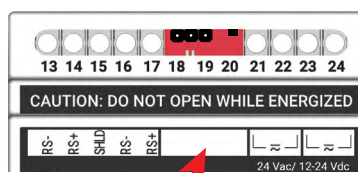

Figure 7b. Emplacement de l'adresse
- Inscrivez l'adresse dans l'espace prévu à cet effet sur le couvercle du TTSIM-3/4, comme illustré à la figure 7b.